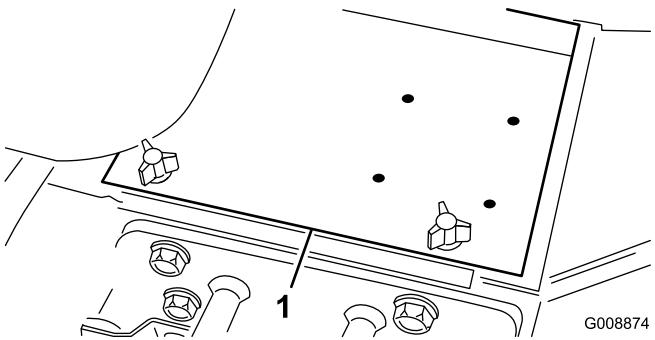

Figura 4
- Retire la tapa de la batería (Figura 4).